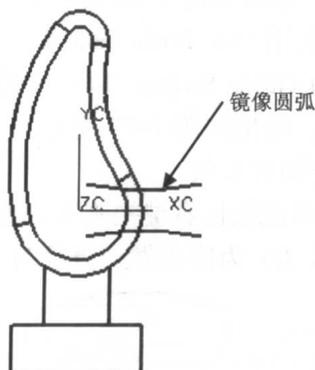

图 1-20 镜像圆弧
(2) 利用 Edit→Transformation→Mirror Through Plane→Principal Plane→XC-ZC Plane 生成镜像圆弧，结果如图 1-20 所示。